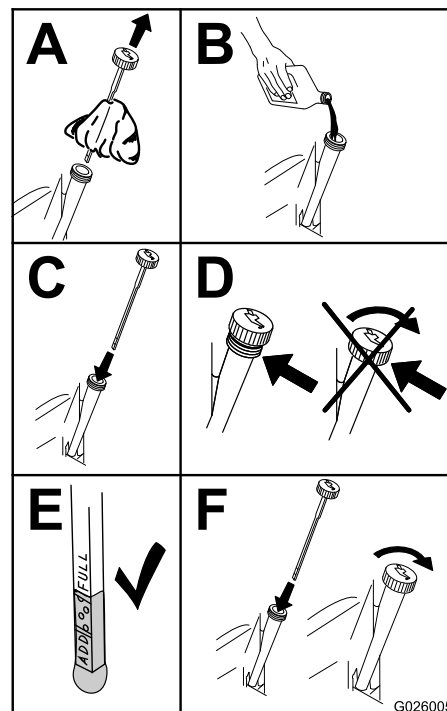

Figura 42
4. Vierta lentamente un 80% aproximadamente del aceite especificado por el tubo de llenado, luego añada lentamente el resto del aceite hasta que llegue a la marca **Full** (Figura 42).